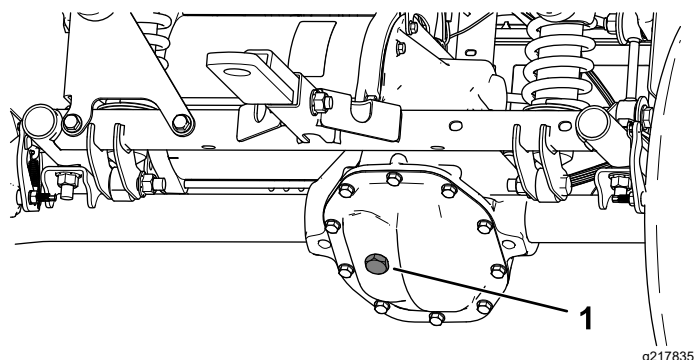

Figura 49
4. Scoateți buonul de umplere de pe transmisie (Figura 49).
5. Dacă nivelul lichidului este scăzut, scoatei buonul de umplere i adăugai lichidul specificat până când acesta iese prin orificiu (Figura 49).
4. Scoatei buonul de umplere de pe transmisie i umplei cu lichidul specificat până când acesta iese prin orificiul de umplere (Figura 49).